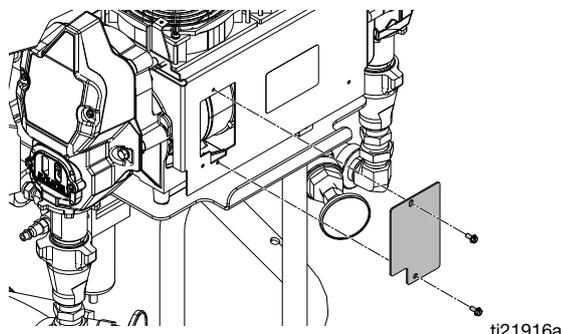

図 19 モーターブラシ
6. ディスプレイの背面カバー (26) を外します。以下に従ってモーターケーブルを外します。
- a. 2 本のネジを外してカバープレートにアクセスします。図 19 (55 ページ) を参照してください。
- b. 2 本のネジを外してカバープレートにアクセスします。図 19 (55 ページ) を参照してください。